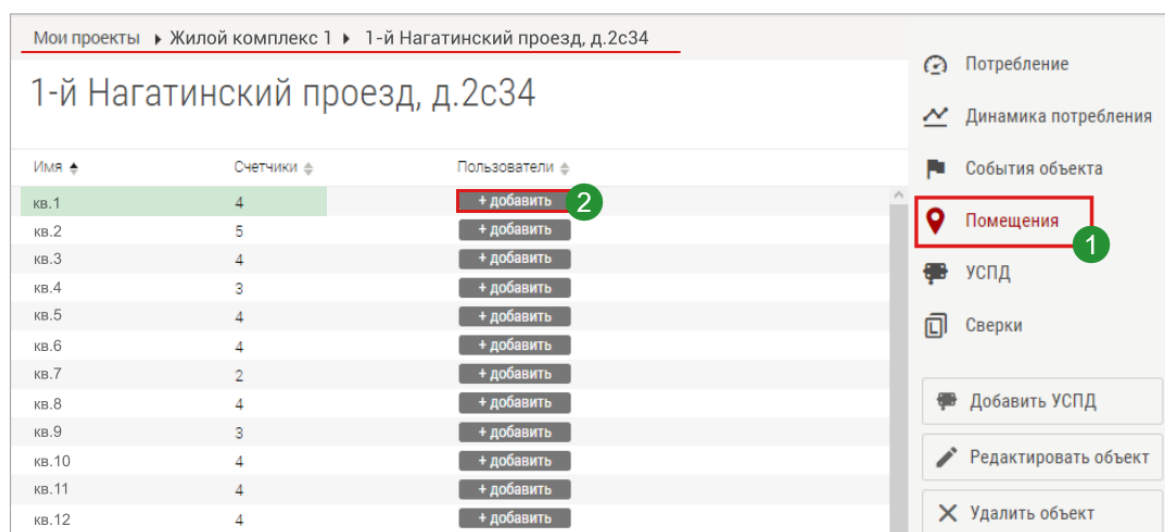

Рис. 36. Меню «Помещения» для предоставления доступа к данным отдельным пользователям.
1. Зайдите в меню **Мои проекты** → **Проект** → **Объект** → **Помещения** (Рис. 36).